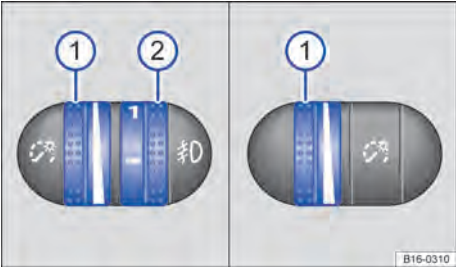

Fig. 96 Ao lado do volante: regulador da iluminação dos instrumentos e dos interruptores ①, assim como regulagem do alcance do farol ②.
① Iluminação dos instrumentos e dos interruptores
Com a luz ligada, a luminosidade dos instrumentos e dos interruptores pode ser regulada sem escalonamento girando o regulador ⇒ Fig. 96 ①.
② Regulagem de alcance do farol